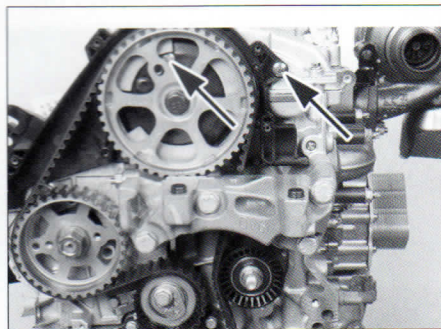

FIG. 39
- los dos tornillos de fijación del cárter de distribución (fig. 39).